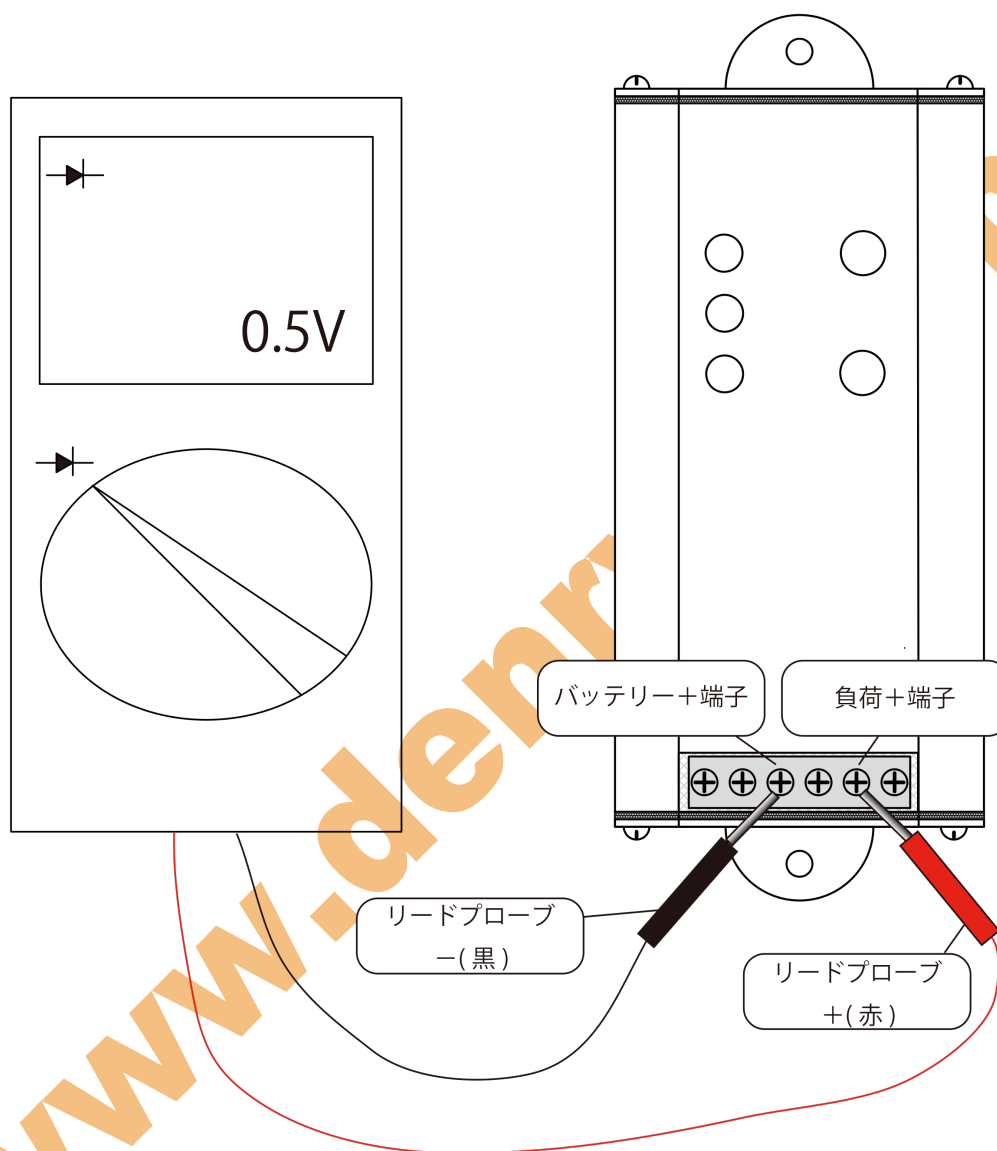

図1：ヒューズ確認方法
- (1) デジタルマルチメーターをダイオード測定モードにしてください。
- (2) デジタルマルチメーターのプラス（+）側のプローブを SolarAmp mini の負荷端子のプラス（+）側に当ててください。
- (3) デジタルマルチメーターのマイナス（-）側のプローブを SolarAmp mini のバッテリー端子のプラス（+）側に当ててください。
- (4) 図1の様にヒューズが正常（切断していない）であれば 0.3～0.7V 程度のダイオード順方向電圧が測定できます。ヒューズが切断されていた場合この電圧が測定できません。（プローブの解放時と同じ状態になります）